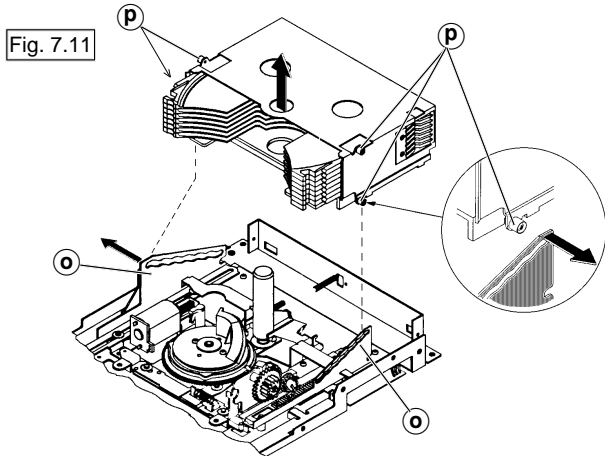

Fig. 7.13
- Nach dem Einbau des Magazins müssen die beiden Abstands- hebel 10 und 14 (Fig. 7.13) in die gleiche Disk-Position eingreifen wie vor dem Ausbau (evtl. notieren).